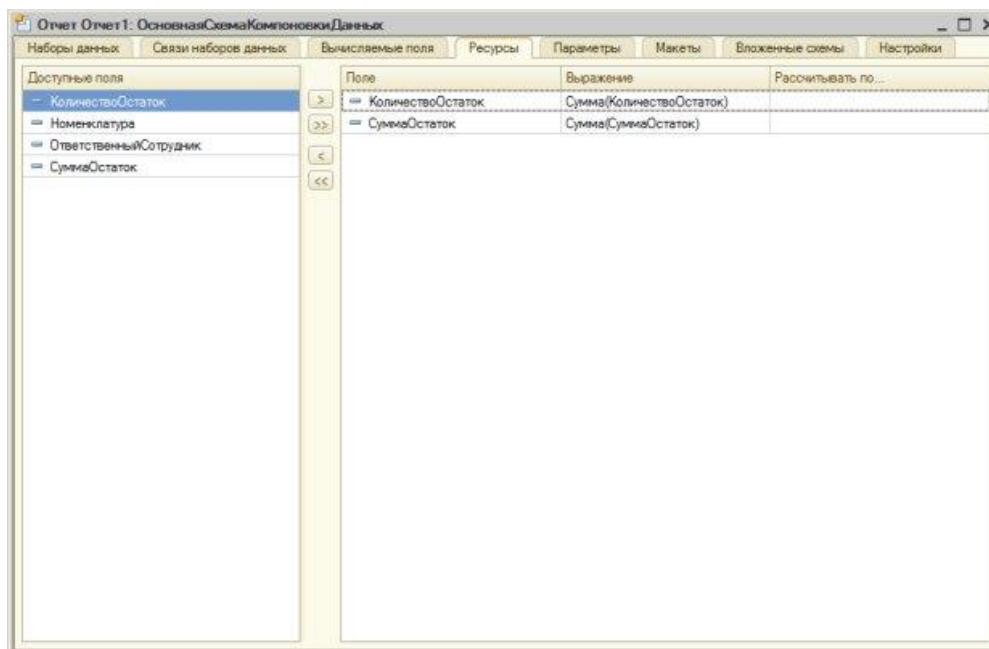

Рисунок 13.4. Настройка состава ресурсов отчета
6. Переместимся в окне редактора СКД на вкладку **Ресурсы**, из списка **Доступные поля** перенесем в список, находящийся в правой части окна, поля, по которым можно вычислять итоги. В нашем случае это поля **КоличествоОстаток** и **СуммаОстаток**. По умолчанию этим полям в поле **Выражение** будет назначена агрегатная функция **Сумма**, нас устроит такое положение дел, Рисунок 13.4.